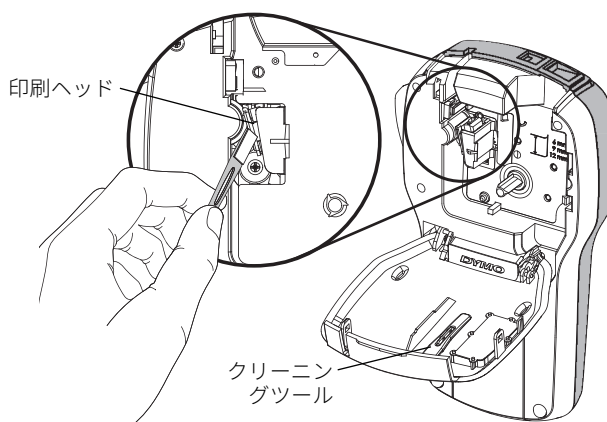

図8
- 2 カバー内側からクリーニングツールを取り出します。図8を参照してください。
- 3 クリーニングツールのパッドで印刷ヘッド全体を丁寧に拭き取ります。図8を参照してください。